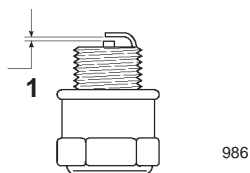

Figure 19
5. Réglez l'écartement des électrodes de la bougie neuve à 0,76 mm (Fig. 19).